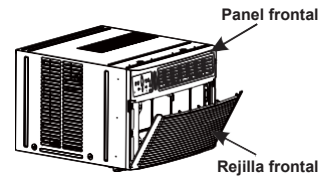

Figura 1
1. Tire de la rejilla frontal y quite el filtro. (Consulte la Figura 1).